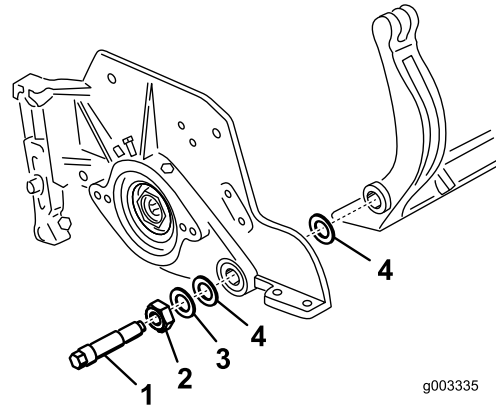

Figura 30
Guarde las 2 arandelas de nylon y la arandela de acero de cada extremo de la barra de asiento (Figura 30).
- Coloque una arandela de nylon en cada lado del saliente de la placa lateral. Coloque una arandela de acero por fuera de cada arandela de nylon (Figura 30).